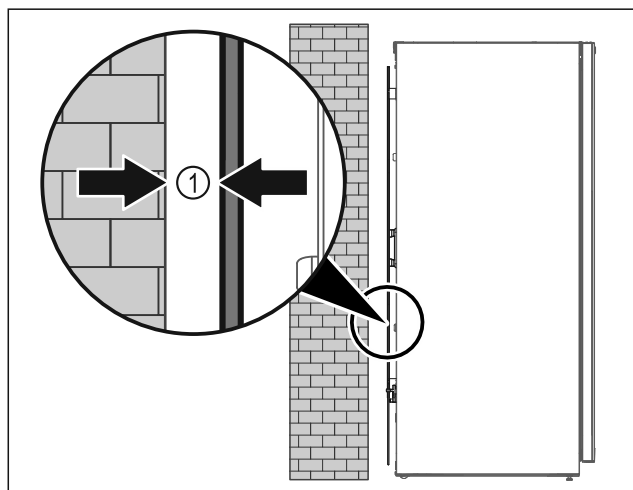

Fig. 7
- ▶ Urządzenie ustawić swobodnie w pomieszczeniu lub bezpośrednio przy ścianie z minimalnym odstępem 5 mm (Fig. 7 [1]).